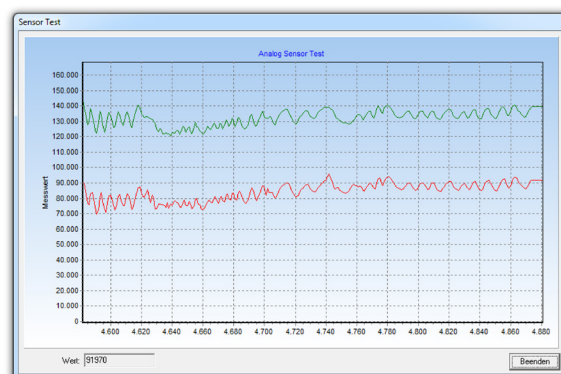

Abb. 30: Datenanzeige, zwei Positionen
- (12) Im Menü **Sensor Test** befindet sich eine Datenanzeige (Abb. 30) der die absoluten Positionen der Positionsmagnete wiedergibt. Verglichen mit der Messrate des Sensors ist die serielle Datenübertragung zwischen Sensor und PC relativ langsam, sodass hierbei nicht jeder tatsächlich gemessene Wert dargestellt werden kann. In dem Diagramm wird deshalb nur etwa jeder fünfzigste Messwert wiedergegeben.